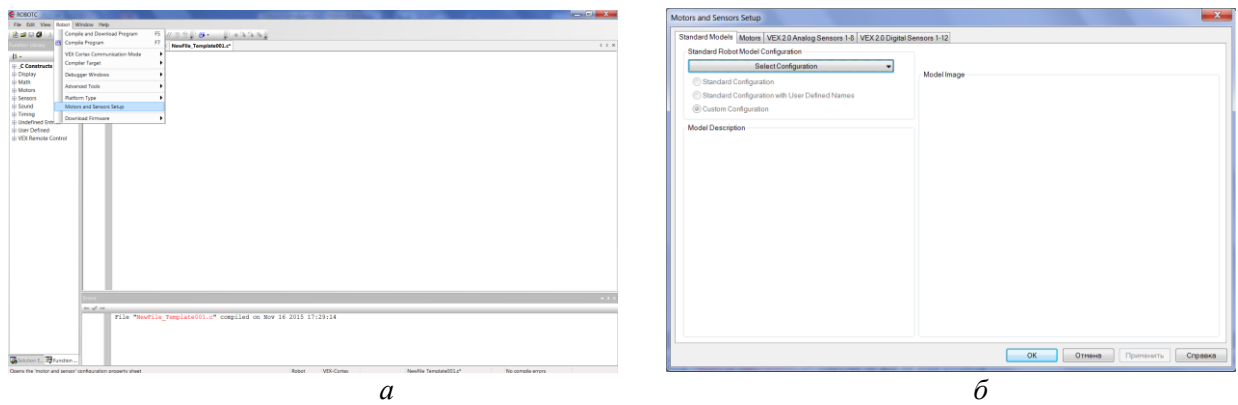

Рис. 10.12. Работа с подключаемыми устройствами (а), Motor and Sensors Setup (б)
1. Для настройки устройств зайдите в контекстное меню программы "Robot -> Motor and Sensors Setup" (рис. 10.12, б).
- В появившемся окне (рис. 10.12, а) есть несколько вкладок. Для настройки двигателей используйте вкладку Motors, для настройки цифровых и аналоговых датчиков VEX 2.0 Analog Sensors 1-8 и VEX 2.0 Digital Sensors 1-12 соответственно.